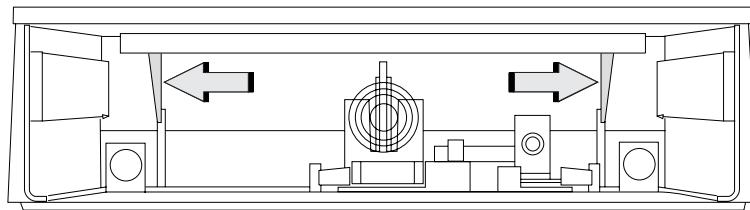

图 48. 将外盖插销向外推以卸下现金抽屉的顶盖。
6. 要将顶盖从底座分离, 请在将外盖插销推送至后端时从前面着手并将外盖插销向外推出。将外盖滑出后端。请参阅图 48。